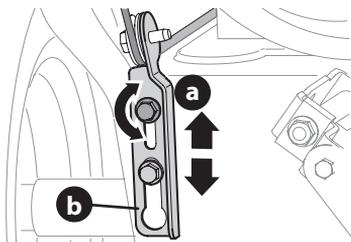

Figure 54
- Pour ajuster le câble de cette commande, desserrez le boulon hexagonal supérieur (a). Voir Figure 54.
- Déplacez le support du câble vers le haut (b) pour desserrer le câble (ou vers le bas pour serrer le câble). Voir Figure 54.